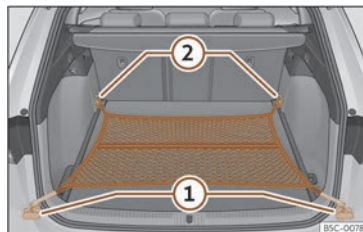

Fig. 194 Dans le coffre à bagages : filet accroché au niveau du plancher.
- Fixez les crochets du filet aux œillets d'amarrage >>> **fig. 194** ① et ② >>> . La fermeture à glissière du sac doit rester vers le haut.